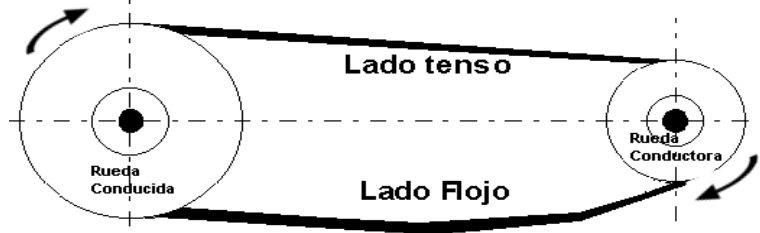

Figura 6
c) Coronas para cadenas: (ver figura 6)